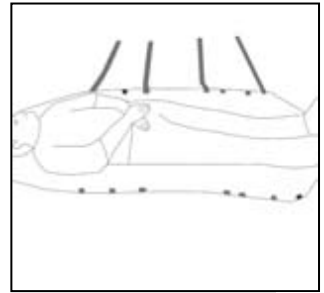

Fig. 8
- Seitliches anheben des Gerätes, und ziehen Sie die vier Kreuzgurte direkt gegenüber zu den Schnallen (Fig. 8).